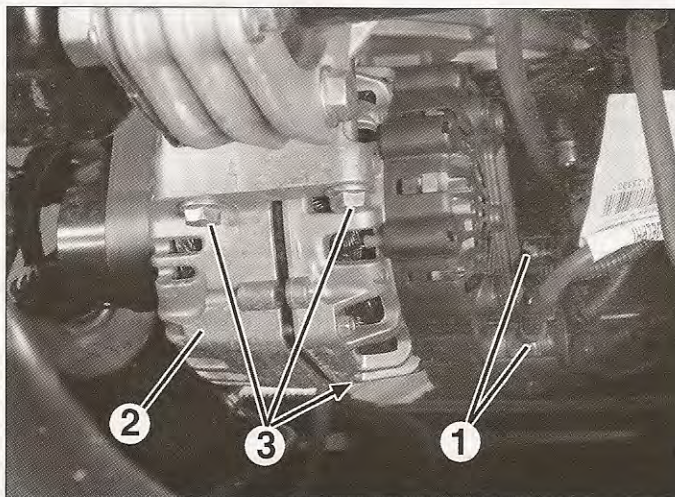

FIG. 12
- Desconectar los cableados (1) de alternador (2) (fig. 12).
- Desmontar los tornillos de fijación (3) del alternador.